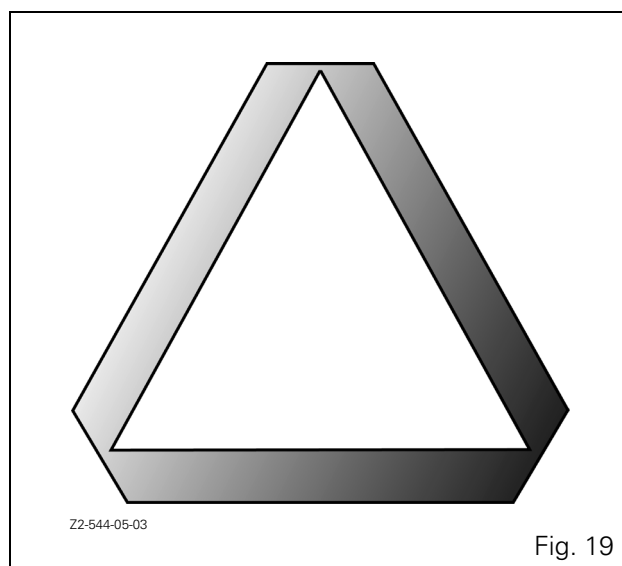

Fig. 19
- Cerciorarse de que el tractor y el equipo estén equipados con triángulos de aviso y con otras marcas recomendadas para mejorar la visibilidad en carretera, salvo indicación contraria (Fig. 19).